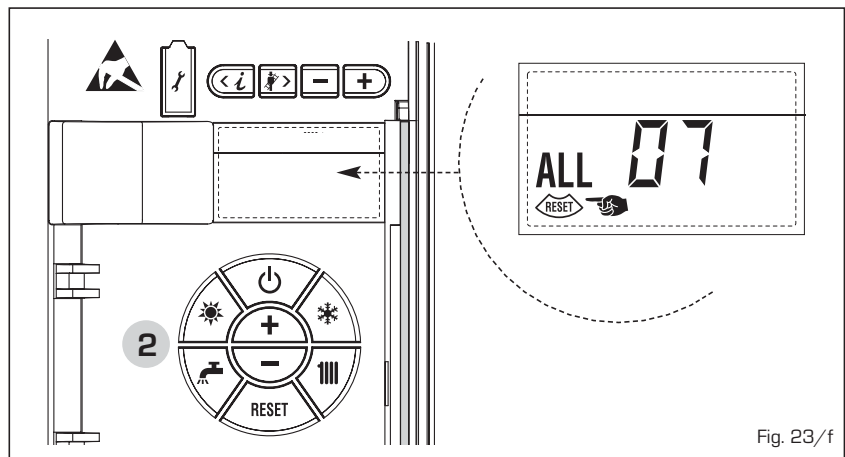

Fig. 23/f
- **ANOMALIA CHAMA PARASITA "ALL 08" (fig. 23/g)**